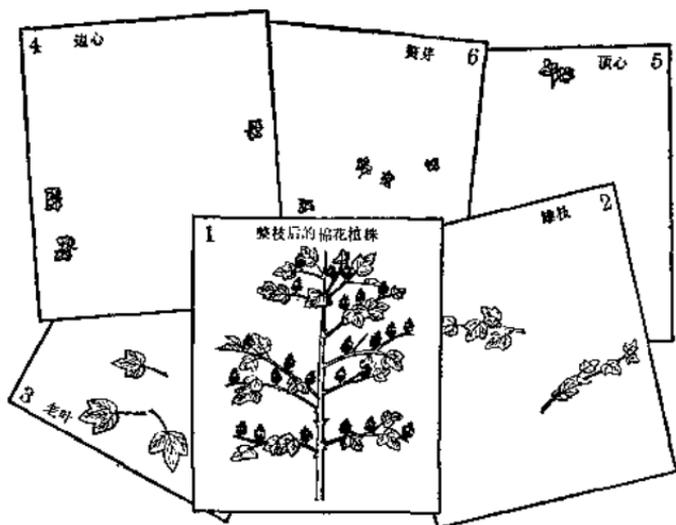

图 2-27
5. 依次揭减的复合式幻灯片的制作方法与此加片完全一样。只是使用时，先将各片全部迭合，然后逐张揭去。例如，表示棉花整枝方法的幻灯片，就可以用揭减的方法（图 2-27）。